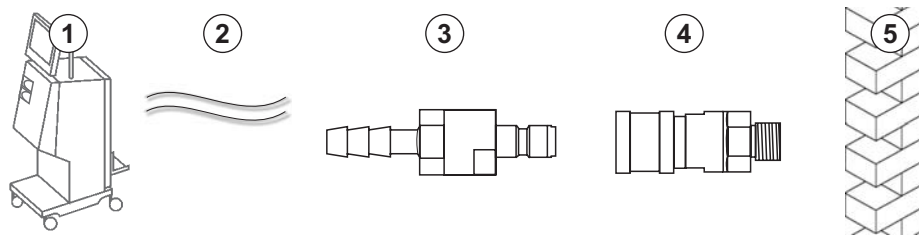

Fig. 4-6 Raccords Aquaboss sortie dialysat
- 1 raccord mâle (Fig. 4-6 , ③ ), matériau 1,4571 EPDM
- 1 raccord femelle ④ , diamètre intérieur du tuyau flexible 9 mm, matériau 1,4571 EPDM
1. Connecter le tuyau ② à l'appareil et le fixer à l'aide d'un collier de serrage en inox.
2. Connecter le raccord mâle ③ au tuyau et le fixer à l'aide d'un collier de serrage en inox.
3. Connecter le raccord mâle ③ au raccord femelle ④ fixé au mur.